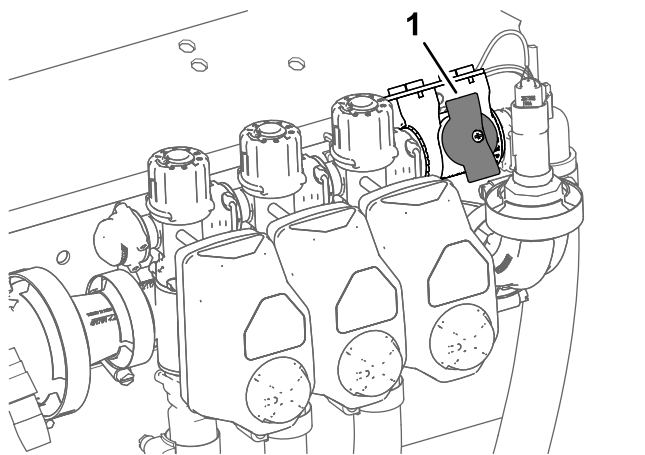

図 43
4. 散布率モードで使用している車両の場合は、個別ブームバイパス停止バルブのノブが閉まっていることを確認する **図 43**。
5. 散布率モードで使用している車両の場合は、個別ブームバイパス停止バルブが閉じていることを確認する **図 43**。